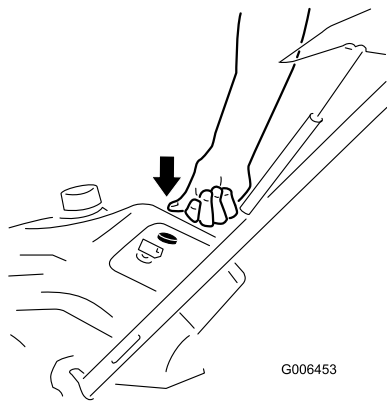

Figure 16
3. Appuyez fermement sur l'amorceur avec le pouce comme indiqué dans le tableau ci-dessous, en marquant une pause d'une seconde chaque fois (Figure 16).